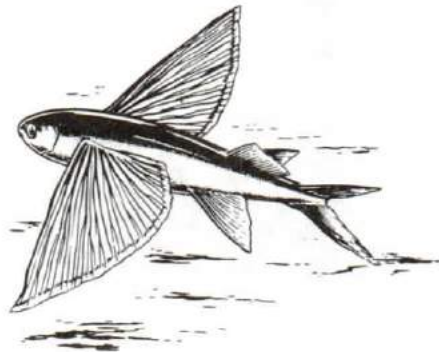

Figure 3-16
1. Of the 30,000-or-so varieties of fish the largest is the whale shark which runs up to 70 feet in length (almost 3 whalers end to end!), and the smallest is the goby (from the Phillipine Islands) which may be less than a quarter of an inch fully grown. Among the most interesting fish you will see when you go to sea is the flying fish. This fish has fins developed as wings and takes off by swimming at speed on the surface with its fins spread. Flying fish may fly 1,200 or more feet at heights up to 40 feet, and they have been known to remain airborne for over 40 seconds. Many of these fish may land on the decks of a lighted ship at night. They are good to eat. See Figure 3-16.
1. Des quelque 30,000 espèces de poissons, la plus grande est le requin baleine qui mesure jusqu'à 70 pieds de long (ou presque trois baleiniers bout à bout), et la plus petite est le gobie qui vit aux Philippines et qui n'atteint pas 1/4 de pouce à la taille adulte. Parmi les espèces les plus intéressantes que vous rencontrerez en mer se trouve le poisson volant; muni de larges nageoires en forme d'ailes, il réussit à s'élever dans l'air en nageant rapidement en surface avec ses nageoires étendues. Le poisson volant peut réussir des "vols" de plus de 1,200 pieds à une hauteur atteignant 40 pieds et on en a vu certaines espèces demeurer en vol jusqu'à 40 secondes. Ils peuvent atterrir sur le pont d'un navire éclairé la nuit. Ils sont comestibles (voir la figure 3-16).